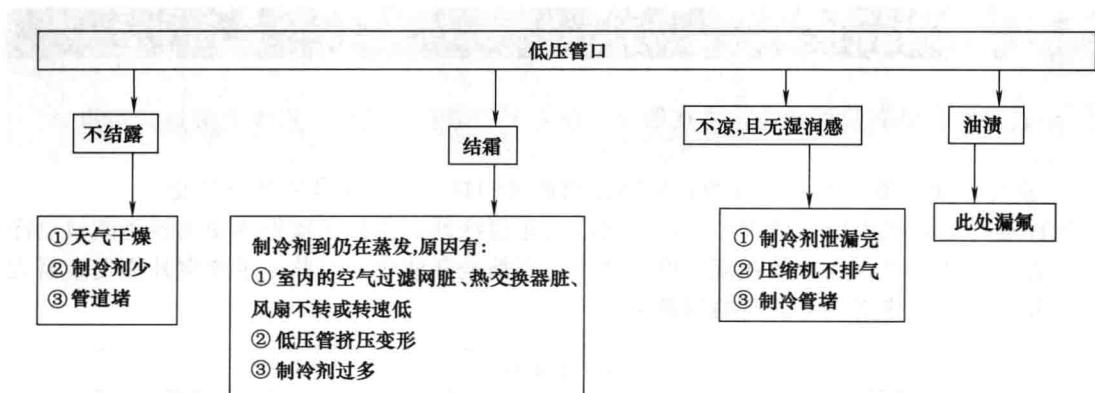

图 2-13 低压管说明的问题
④ 低压管 又称回气管或气管，制冷时被室内热交换器完全蒸发气化后的低温低压气态制冷剂，由此管被室外机的压缩机吸入。看摸低压管说明的问题见图 2-13 所示。